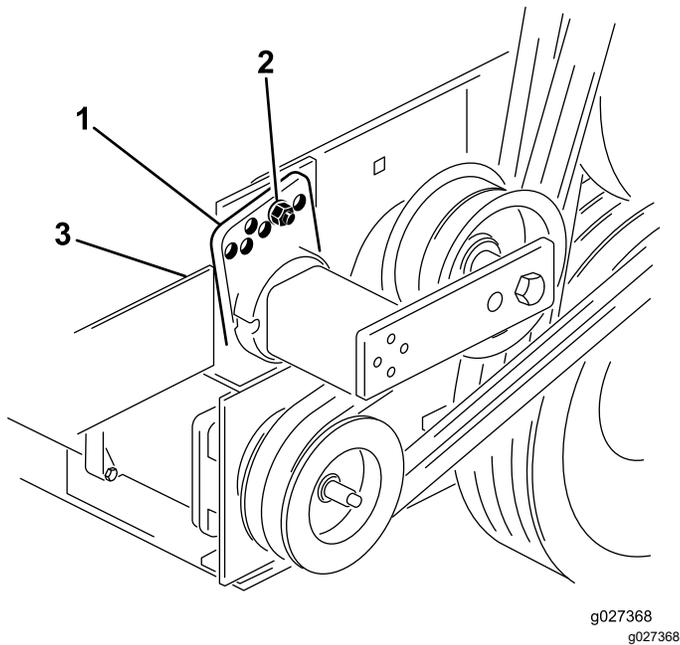

Figura 15
3. Retire el perno y la tuerca que sujetan la guía del tensor al soporte de la transmisión para aliviar la tensión de la correa (Figura 15).